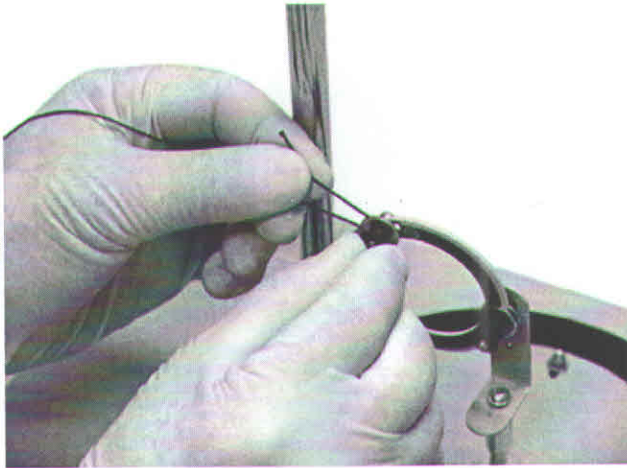

Figura 3
Passa uma extremidade da corda de prova 1 selecionado por trás do disco do parafuso do anel de transmissão de abalos (3). Aperte o manípulo prendendo a corda - **Figura 3**.